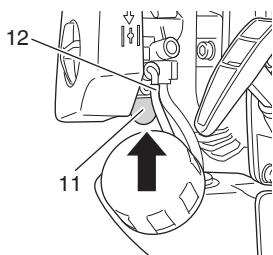

Fig. 9
(2) Presione el cebador (11) repetidamente para que el combustible fluya por el tubo de retorno (12). (Fig. 9)